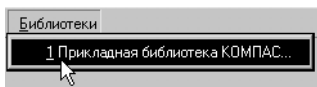

Рис. 44.7. Активизация подключенной библиотеки
2. Чтобы активизировать подключенную библиотеку, вызовите команду меню **Библиотеки**. Щелкните по нужной строке в списке подключенных библиотек в этом меню (рис. 44.7).